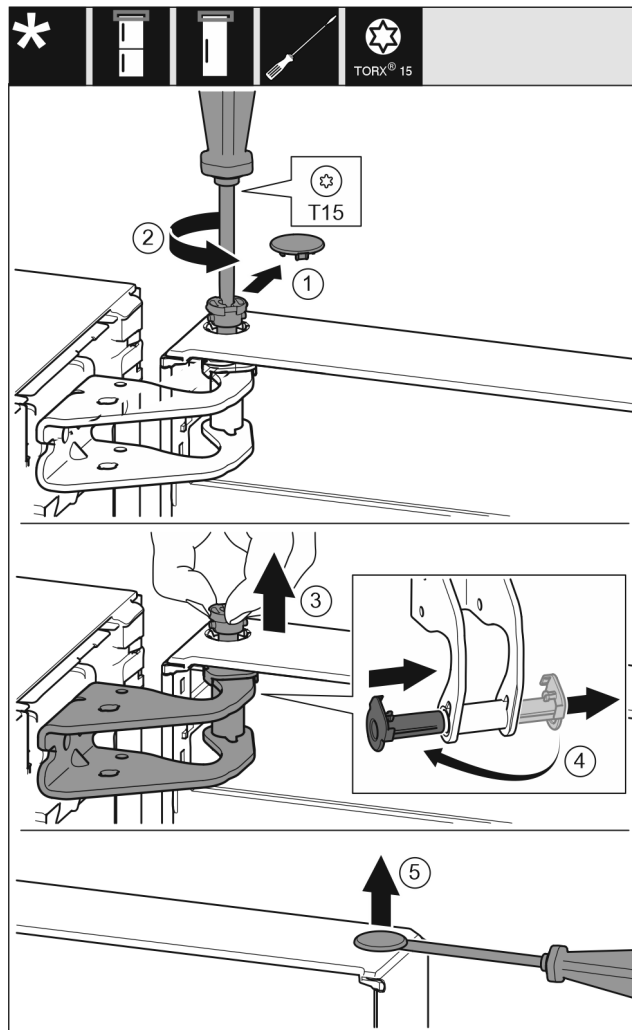

Fig. 11
- ▶ Veiligheidsafdekking voorzichtig eraf trekken. Fig. 11 (1)
- ▶ Bout met schroevendraaier T15 een stukje eruit draaien. Fig. 11 (2)
- ▶ De deur vasthouden en de bout met de vingers eruit trekken. Fig. 11 (3)
- ▶ Lagerbussen uit de geleiding trekken. Op de andere kant aanbrengen en vastklikken. Fig. 11 (4)
- ▶ Stop voorzichtig met een sleufschroevendraaier uit de lagerbus van de deur optillen en eruit trekken. Fig. 11 (5)